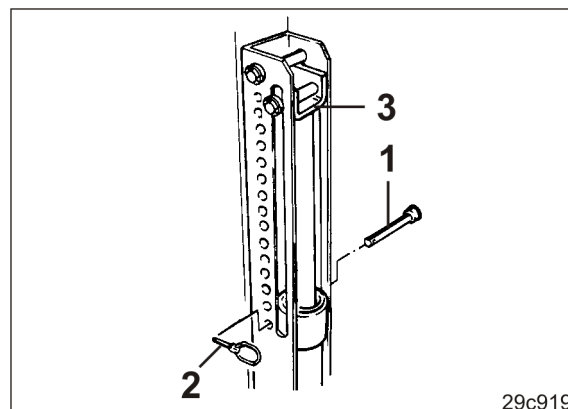

Fig. 176
3. Coloque a cavilha (Fig. 176/1) por baixo do batente (Fig. 176/3) num furo do grupo de furos e fixe com uma chaveta (Fig. 176/2).